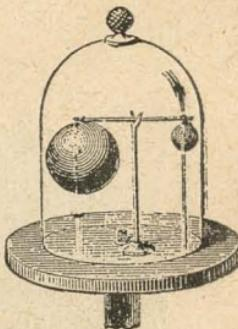

Fig. 70.—Baróscopo
2. **Baróscopo.**—El *baróscopo* (fig. 70) es una especie de balanza cuyo fiel lleva en uno de sus extremos una pequeña masa de plomo, y en el otro una esfera hueca de cobre, de volumen bastante grande. Estos dos cuerpos se equilibran entre sí en el aire; pero si se coloca el aparato debajo del recipiente de la máquina neumática, y si se hace en ésta el vacío, se ve en seguida que la esfera vence á la masa de plomo, lo que prueba que pesa más en dicho momento.